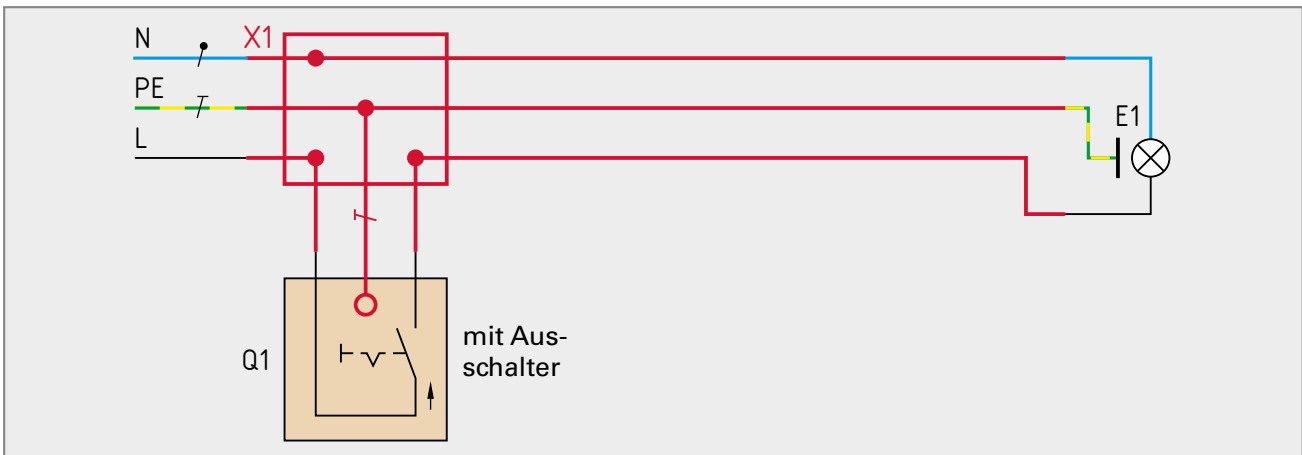

Bild 1: Ausschaltung
17. Vervollständigen Sie die Ausschaltung nach **Bild 1**.